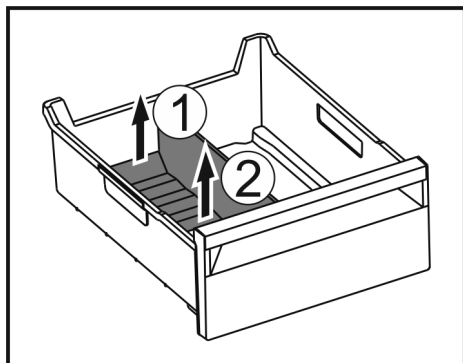

Fig. 186
- Løft den bageste del af frostrumsadskilleren. Fig. 186 (1)
- Tag frostrumsadskilleren op og ud. Fig. 186 (2)